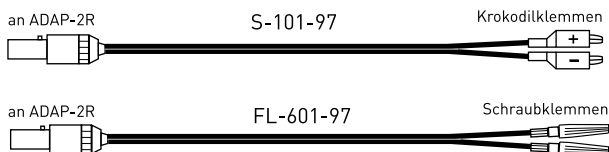

Abb. 13: Einmalkabel von Remington Medical Inc. (nur USA)
- **Adapterkabel ADAP-2R** ist ein wiederverwendbares Kabel zur Verbindung der Einmalkabel nach Bild 13 (nur für USA) mit Reocor D (Redel-Adapter benutzen).